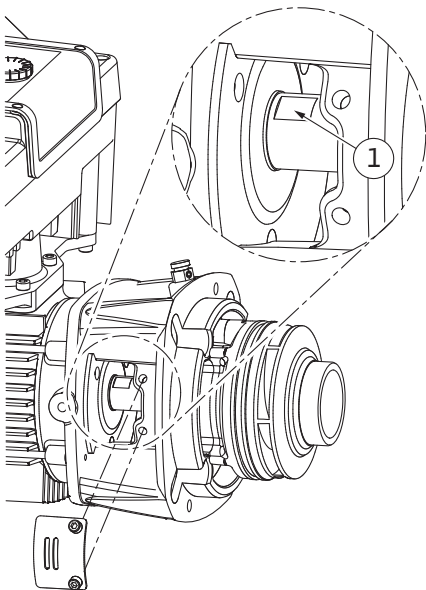

Fig. 100: Поверхні на валу під ключ
14. Ріжковий гайковий ключ (розмір 22 мм) завести у віконце ліхтаря й захопити вал за поверхні під ключ (Fig. 100, поз. 1). Викрутити гайку робочого колеса (Fig. I, поз. 22). Робоче колесо (Fig. I, поз. 21) автоматично знімається з вала.
3. Ріжковий гайковий ключ (розмір 22 мм) завести у віконце ліхтаря й захопити вал за поверхні під ключ (Fig. 100, поз. 1).